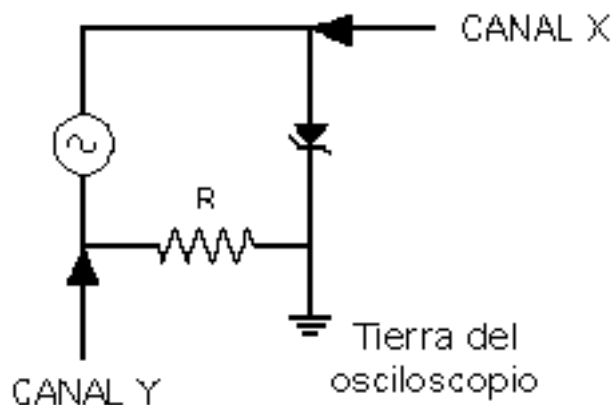

Figura 5.1. Circuito para observar la característica corriente-voltaje del diodo zener
a) Dado el circuito mostrado en la Figura 5.1, las especificaciones del dispositivo a su disposición y las indicaciones dadas por su profesor, determine el valor de la resistencia R y el valor pico de la amplitud que puede tener la señal producida por el generador para observar en el osciloscopio la característica  $i$  vs.  $v$  de este dispositivo.
b) Haga un diagrama de la señal que Ud. espera ver en la pantalla del osciloscopio, si las conexiones se realizan exactamente en la forma indicada en la Figura 5.1.
4.- Monte el circuito de la Figura 5.1 y obtenga en la pantalla del osciloscopio la curva característica de este dispositivo. Haga un diagrama en papel milimetrado. Si su osciloscopio tiene la posibilidad de invertir uno de los canales, obtenga la curva característica con la misma orientación que las curvas características estándar de los manuales y libros de texto y dibújela en el papel milimetrado. Identifique voltajes y corrientes clave en las curvas dibujadas.